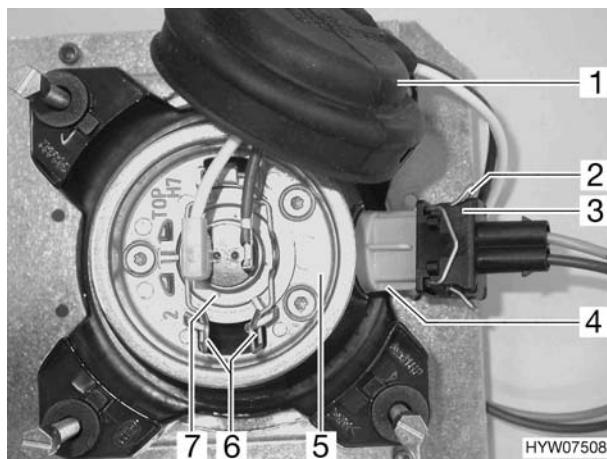

Fig. 196 Abbagliante/luce di posizione
- Togliere il copripolvere di gomma (Fig. 196,1) dall'involucro (Fig. 196,5).
- Stringere le staffe di metallo (Fig. 196,6) ed estrarre dal supporto.
- Estrarre dall'involucro la lampada ad incandescenza (Fig. 196,7) con il cavo.
- Stringere la graffa di metallo (Fig. 196,2) alla spina del cavo (Fig. 196,3) e estrarre la spina.
- Girare in parte l'involucro (Fig. 196,4) in senso antiorario.